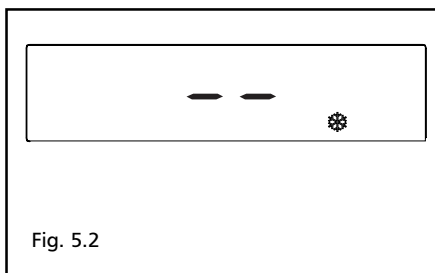

Fig. 5.2
- Antigelo (fig. 5.2): quando la temperatura dell'acqua di caldaia scende al di sotto dei valori di sicurezza si attiva il circolatore e il bruciatore alla minima potenza per riportare la temperatura dell'acqua a valori di sicurezza (35 °C). Sul display si illumina il simbolo .